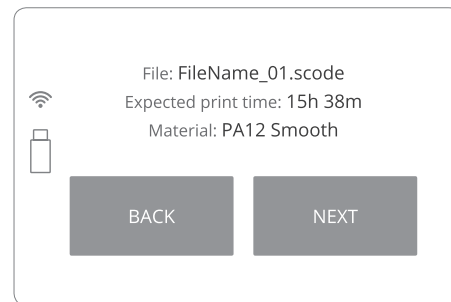

Abbildung 16. Grundlegende Informationen nach dem Laden der Datei in den Drucker.
8. In der geladenen Datei werden grundlegende Informationen wie der Name der Datei, das Material und die voraussichtliche Druckzeit angezeigt. Das Flash-Laufwerk kann dann sicher entfernt werden (Abbildung 16).